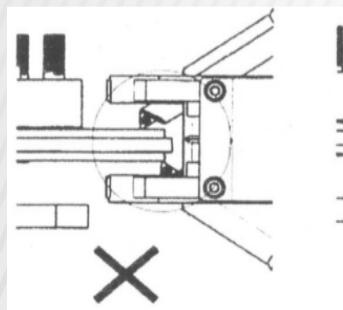

Рисунок 25
5. На рис.26 изображена правильная установка. Избегайте ошибок, показанных на рис.25.